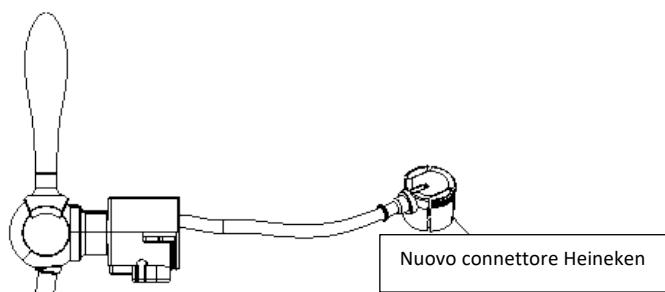
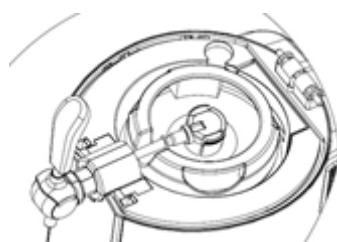

Figura 5 (solo per fusto da 5 litri)
FIGURA 6 (solo per fusto da 5 litri)
6. Allineare verticalmente il dispositivo della valvola di uscita della birra con la parte di collegamento del fusto di birra al centro della superficie superiore e premerlo immediatamente nel fusto di birra. Quando si sente un clic, il dispositivo di erogazione è stato fissato correttamente sul fusto di birra (come mostrato nella Figura 5 di seguito). Dopo aver installato il dispositivo a valvola, inserire il barilotto di birra nel dispositivo.
7. **PER UN FUSTO DA 5L:** Sostituire il tubo della birra con l'adattatore (nuovo connettore Heineken) al rubinetto del dispositivo. Quindi, collegare l'adattatore al connettore della birra (Figura 5). Quando si installa il nuovo connettore al fusto Heineken, è necessario prima installare il tubo della birra trasparente da un'estremità al connettore: un'estremità al meccanismo del rubinetto, quindi installare il connettore al fusto Heineken (Figura 6).